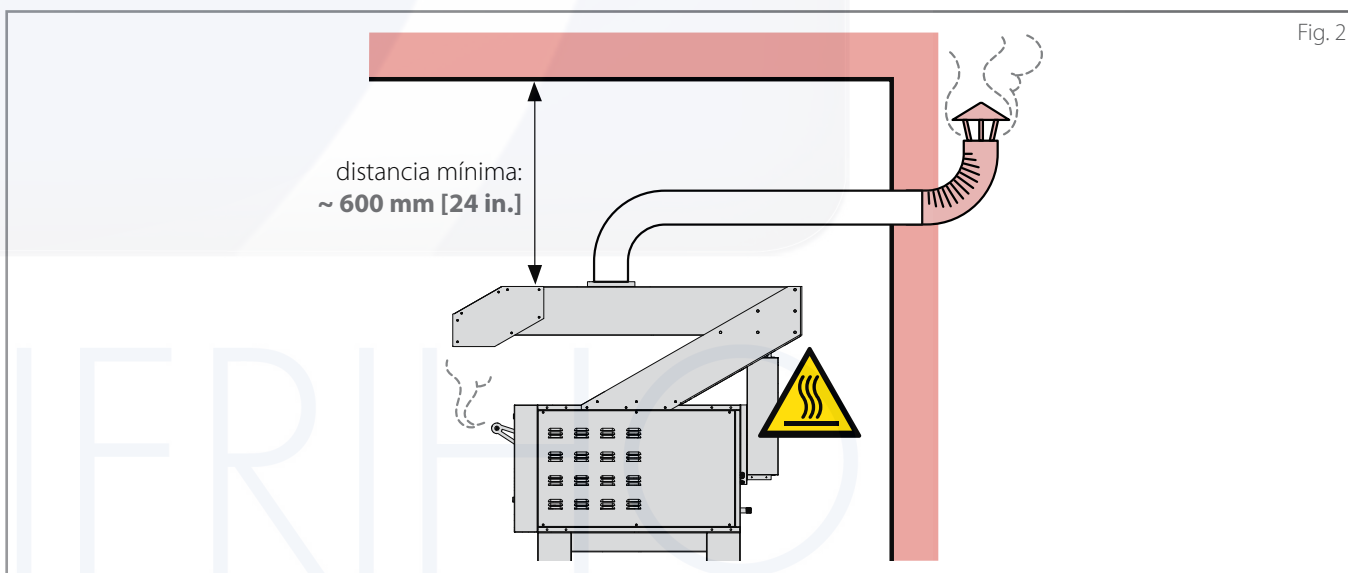

Fig. 2
- ► **Fig. 2** entre campana y techo haya una distancia aproximada de **600 mm [24 in.]** (distancias más cortas podrían dañar los techos hechos de materiales particularmente delicados y sensibles al calor, por ejemplo, madera);